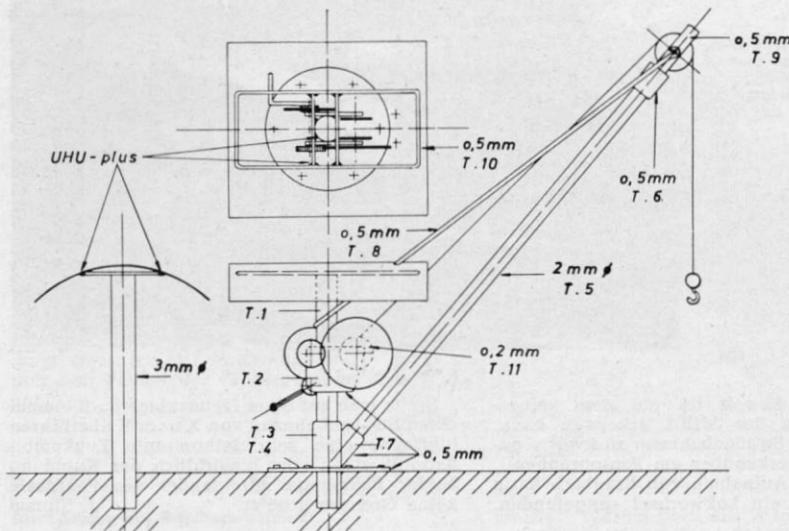

Abb. 1. Zeichnung (vom Verfasser) in $1/1$ H0-Größe.
Als erstes fertigt man die Kransäule (Teil 1 in Abb. 1) aus 3 mm Messingdraht an, von dessen Vorderseite 0,5 mm abgefeilt werden, damit das Getriebe genügend Platz hat. Mit UHU-plus werden dann in entsprechender Höhe die laut Plan aus 0,5 mm Messing ausgesägten Lagerbleche für die Zahnräder (Teile 2) angeklebt. Zuvor müssen sie jedoch, falls man ein richtig funktionierendes Getriebe einbauen will, gemäß den zur Verfügung stehenden Zahnräder mit Bohrungen versehen werden. Wer sich die Arbeit allerdings vereinfachen will, kann die Zahnräder auch nur zur Zierde einfach an die Lagerbleche kleben. Die Handkurbel muß dann natürlich gleich an der Achse der Kabeltrommel (11) befestigt werden.
Der Einbau des Getriebes erfolgt gemäß Abb. 1. Die Achsen sowie die Handkurbel bestehen aus 0,5 mm Messingdraht, die beiden Scheiben der Kabeltrommel (11) aus 0,2 mm Blech. Beim Zusammenkleben ist darauf zu achten, daß der UHU-plus-Kleber nur sparsam verwendet wird, damit nicht etwa die Achsen an ihren Lagern festkleben. Ein schnelleres Aushärten von UHU-plus wird übrigens (alte Hasen wissen das ja längst!) durch Erwärmen mit einer starken Glühlampe erreicht.
Nach Abb. 1 wird nun auch für die Kransäule (1) eine Manschette aus 0,5 mm Blech gebogen (3). Gemäß der vorn abgeflachten Kransäule ist auch sie nicht rund, sondern ebenfalls vorn ab-
Als nächstes wird die Standplatte des Kranes (4) aus 0,5er Blech ausgesägt, in der Mitte mit einem 3 mm großen am Rand gemäß Abb. 1 mit sechs etwa 0,5 mm messenden Löchern versehen. In diese kleinen Löcher werden mit UHU-plus die Imitationen von Sechskantmuttern geklebt. Man fertigt sie aus Nägelchen an, deren Köpfe sechskantig zugefeilt und die dann einfach durch die Löcher gesteckt werden. Das überstehende Ende wird unten abgezwinkt. Auf diese Standplatte wird der Ausleger (5) geklebt (s. a.
Abb. 1. Das prachtvolle HO-Modell des Herrn W. Rupp, Karlsruhe (gebaut nach unserem Bauplan in Heft 6/1959) mit richtiggehender Allanssteuerung — im übrigen erst sein zweiter Lokselbstbau! Unser Kompliment!